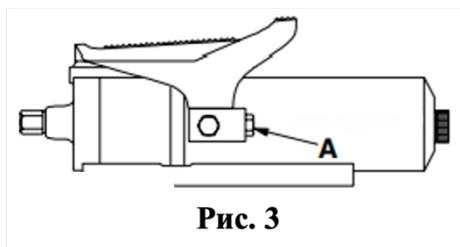

Рис. 3
1. См. Рис. 3. Снимите трубную заглушку с внутреннего поворотного гидравлического соединителя (A) с резьбой 3/8" NPT и установите наружный конец гидравлического фитинга с резьбой 3/8" NPT. В качестве фитинга может использоваться муфта высокого давления, шланг или адаптер для манометра.